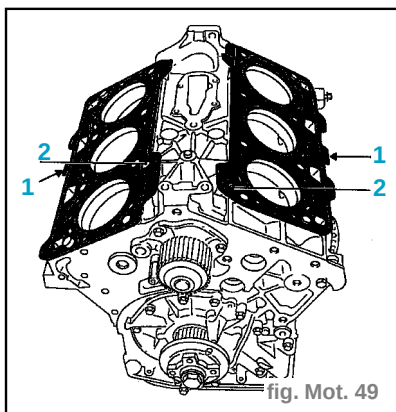

fig. Mot. 49
- Monter les joints de culasse neufs en s'assurant que les languettes (1) soient tournées vers l'extérieur et vérifier le bon positionnement des trous de monté d'huile (2). (fig. Mot. 49)